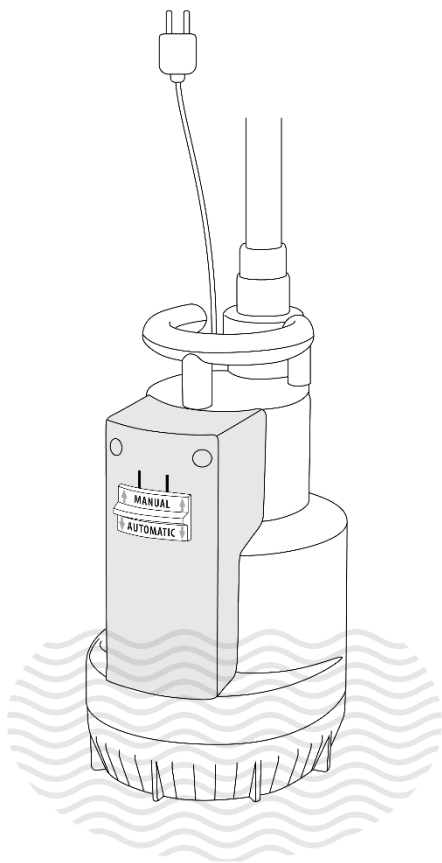

Fig. 2
- Wanneer de schakelaar in de positie 'Automatic' staat, zal de pomp starten wanneer het waterniveau hoger is dan 12 cm (Fig. 2).